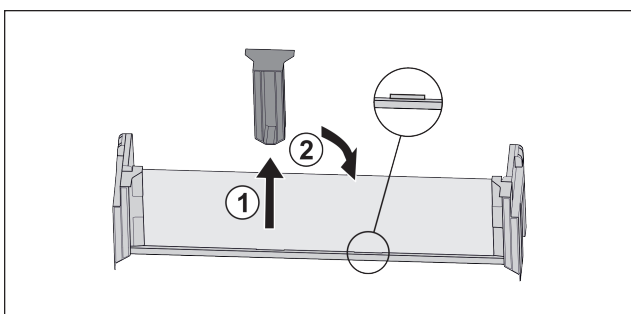

Fig. 21
- ▶ Mittleres Halteteil abziehen Fig. 21 (1).
- ▶ Mittleres Halteteil auf zweiter Position einsetzen Fig. 21 (2).